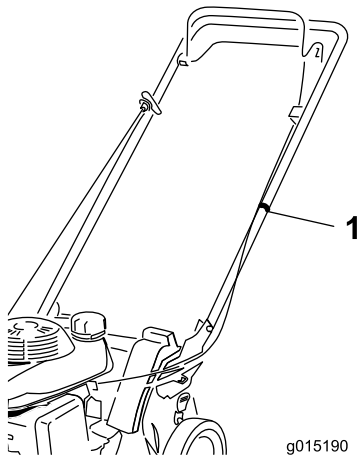

Figura 8
- Sujete los cables sueltos al manillar (Figura 8) usando el sujetacables de la bolsa de piezas sueltas.